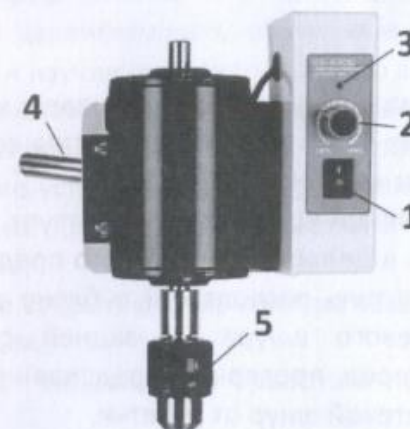

Рисунок 1 - Перемешивающее устройство ES-8300
- 6.1. Перемешивающее устройство ES-8300 выполнено в виде блока (Рисунок 1), состоящего из двух частей – устройства управления и двигателя. На передней панели устройства управления расположены сетевой выключатель 1, регулятор скорости перемешивания 2 и светодиодный индикатор питающего напряжения 3. На задней стенке устройства управления расположены разъём для присоединения сетевого шнура и шток 4 для закрепления устройства на лабораторном штативе типа ES-2720, ПЭ-2730 или аналогичном с помощью специального зажима (в комплект поставки не входит). Снизу на валу двигателя закреплён кулачковый патрон 5 для зажатия мешалки, которая проходит сквозь трубчатый вал двигателя, что позволяет менять её вылет, не перемещая устройство на штативе по вертикали.